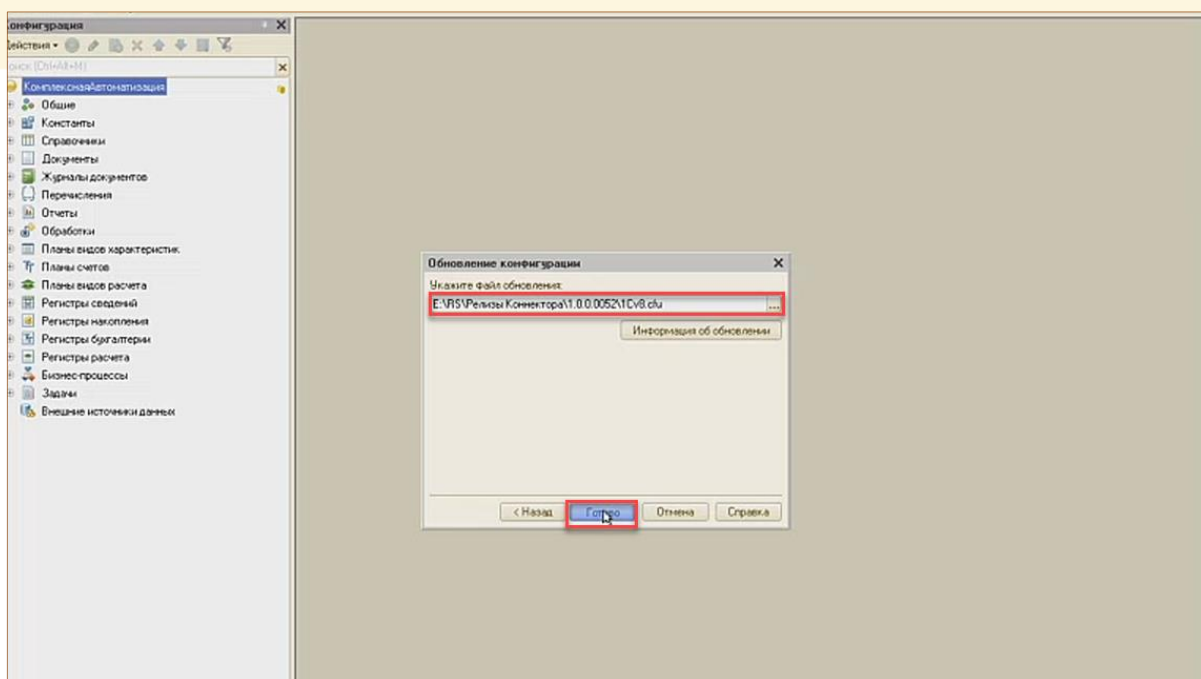

Рис. 11.29 - Обновление конфигурации
- 2) Выбрать файл с данными и нажать «Готово» (Рис. 11.29);